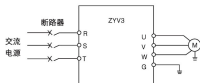

图3-3 主回路简单配线
- (1) 接线前，确保已完全切断电源10分钟以上，否则有触电危险。
- (2) 严禁将电源线与变频器的输出端U、V、W连接。
- (3) 变频器本身机内存在漏电流，为保证安全，变频器和电机必须安全接地，接地线一般线径为2.5平方以上铜线，接地电阻小于 10Ω 。
- (4) 变频器出厂前已通过耐压试验，用户不可再对变频器进行耐压试验。
- (5) 变频器与电机之间不可加装电磁接触器和吸收电容或其它阻容吸收装置，如图3-3。
- (6) 为提供输入侧过电流保护和停电维护的方便，变频器应通过中间断路器与电源相连。
- (7) 继电器输入及输出回路的接线(X1~X6、FWD、REV、Y、DCS)，应选用0.75平方以上的绞合线或屏蔽线，屏蔽层一端悬空另一端与变频器的接地端子PE相连，接线长度小于50米。